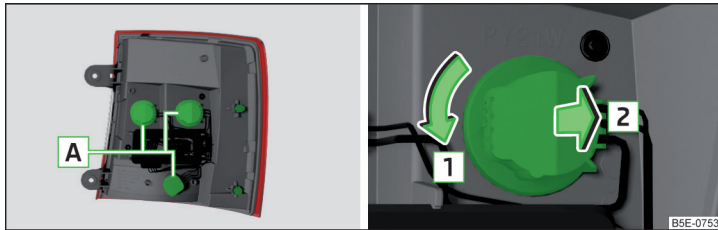

Fig. 364 Retirer la partie extérieure de la lampe/la douille avec l'ampoule
- › Tourner la douille avec l'ampoule **A** dans le sens de la flèche **1** » fig. 364.